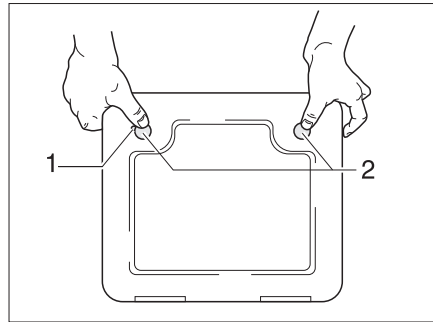

Fig. 249 Trampilla para el inodoro cassette
- Abrir la trampilla para el cassette en el exterior del vehículo. Para esto, introducir la llave en el cilindro de cierre del cierre a presión (Fig. 249,1) y girarla un cuarto de vuelta.
- Presionar ambos cierres a presión (Fig. 249,2) al mismo tiempo con el pulgar y abrir la trampilla para el cassette.